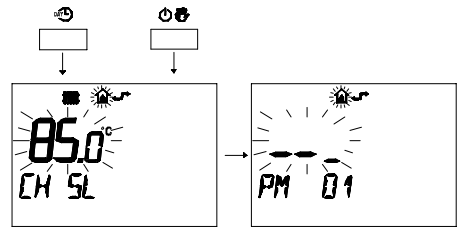

fig. 9.13
- 2 Premere contemporaneamente i pulsanti e per entrare nella programmazione trasparente (fig. 9.13)